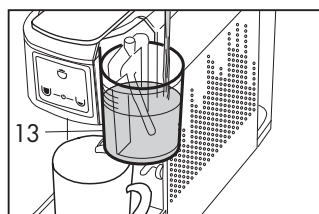
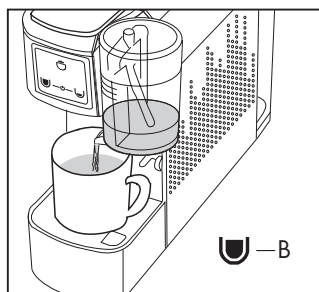

Fig. 22
Fig. 23
- Togliere il coperchio del bicchiere latte (13) e riempire il bicchiere con il latte facendo attenzione a non superare il livello indicato (si consiglia una dose di 90 cc di latte). **(Fig. 22)**
- Chiudere il bicchiere del latte (13) con il coperchio. **Se non si chiude il bicchiere con il coperchio, la macchina non funziona.**
- Premere il tasto (B) ; la macchina erogherà la crema di latte. **(Fig. 23)**
- Riempire il bicchiere (13) con la quantità di latte desiderata, premere e tenere premuto il tasto (B)  per regolare l'erogazione del latte caldo, rilasciare il tasto quando si è raggiunta la quantità desiderata, in questo modo la dose viene memorizzata per le successive erogazioni **(Fig. 22)**